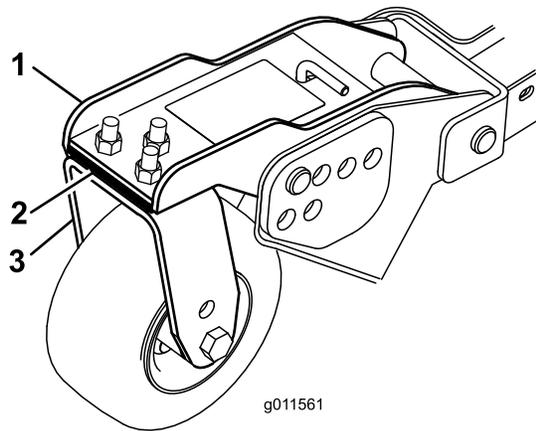

Figura 30
Rode a lâmina em cada eixo até que as suas extremidades se encontrem viradas para a frente e para trás. Meça a distância existente entre o chão e a ponta dianteira da lâmina. Ajuste os calços de 3 mm do braço da roda giratória dianteira de forma a que coincidam com a altura de corte fixada no autocolante (Figura 30). Apenas para o eixo da lâmina exterior, consulte Ajuste da inclinação da unidade de corte \(página 55\).
3. Se a extremidade interior da unidade de corte lateral estiver demasiado levantada em relação à ponta exterior da unidade de corte dianteiro, retire os calços de 3 mm do fundo do braço da roda giratória dianteira interior na unidade de corte lateral (Figura 30). Verifique novamente as medições entre as pontas exteriores de ambas as unidades de corte lateral e a ponta interior da unidade de corte até à ponta exterior da unidade de corte dianteiro.